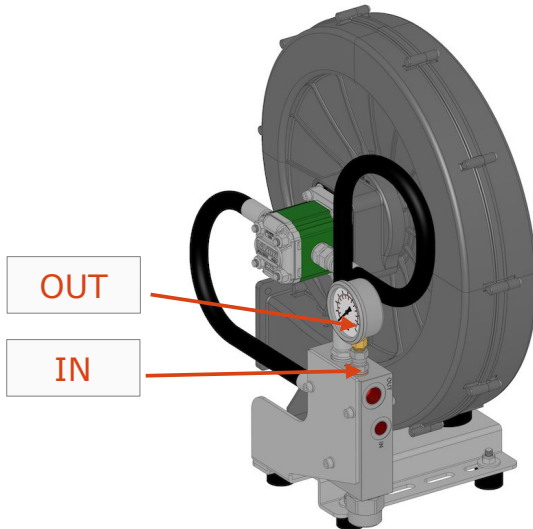

ABBILDUNG 6
1. Die Ausblasöffnung "IN" mit 3/8" Gewinde des Stromregelventils an die Druckleitung anschließen (ABBILDUNG 6);
2. Die Ausblasöffnung "OUT" mit 1/2" Gewinde des Stromregelventils an die Druckleitung anschließen (ABBILDUNG 6).